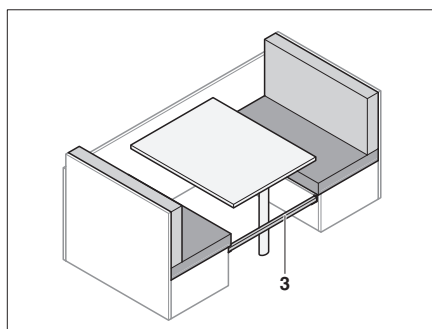

Bild 64 Sätt i förstärkningsplattan
- Sätt in extralisten (Bild 64,3) mellan sittbänkarna.